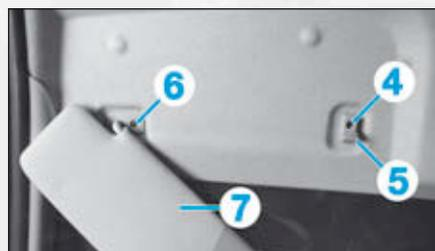

FIG.42
- les vis (4) le support de pare-soleil (Fig.42),
- les supports de pare-soleil (5),
- les vis (6),
- les pare-soleil (7).